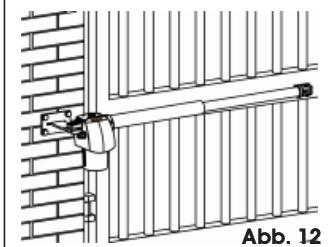

Abb. 12
**A** Der Antrieb G-BAT ist sowohl als Rechts- als auch als Linksausführung erhältlich. Der Antrieb ist immer entsprechend den Angaben in Abb. 12 zu positionieren. Antriebe in Rechtsausführung sind Antriebe, die sich auf der rechten Seite des Flügels (oder am rechten Flügel bei Einbau mit zwei Motoren) befinden, wenn das Tor von der Seite betrachtet wird, an der der